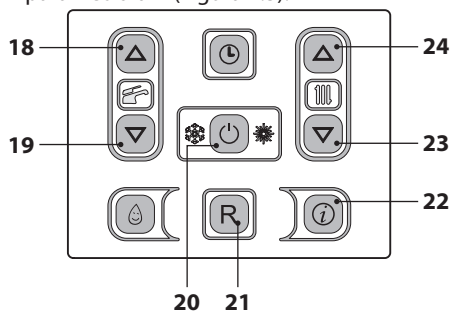
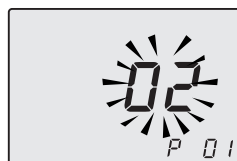
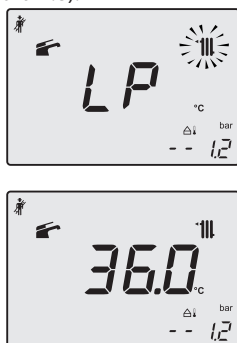

Figura 7.2
Figura 7.3
Figura 7.8
- Entrare in "modalità programmazione" premendo contemporaneamente per 10 secondi i tasti 20 - 23 - 24 (Figura 7.2) fino a far apparire sul display LCD le lettere **P01** e il valore del parametro, indicanti l'entrata nel "parametro 01" (Figura 7.3).
- Premere contemporaneamente i tasti 23 e 24 (Figura 7.2) per entrare nella funzione "spazzacamino attivo alla potenza minima in sanitario". Sul display appare **LP** alternato
- Premere il tasto 24 (Figura 7.2) per entrare in modalità "spazzacamino alla potenza minima in riscaldamento". Sul display appare **hP** alternato alla temperatura dello scambiatore primario (Figura 7.5).
- Utilizzare i tasti 23 o 24 (Figura 7.2) fino a portarsi allo stato **dP** (spazzacamino attivo in massimo sanitario) sul display appare **dP** alternato alla temperatura dello scambiatore primario caldaia (Figura 7.7).
- Premere il tasto 23 (Figura 7.2) fino a portarsi allo stato **LP** (spazzacamino attivo in minimo sanitario) sul display appare **LP** alternato alla temperatura dello scambiatore primario caldaia. (Figura 7.8).
secondi il tasto 20 (Figura 7.2) fino a far apparire sul display LCD il simbolo **---** (Figura 7.9).